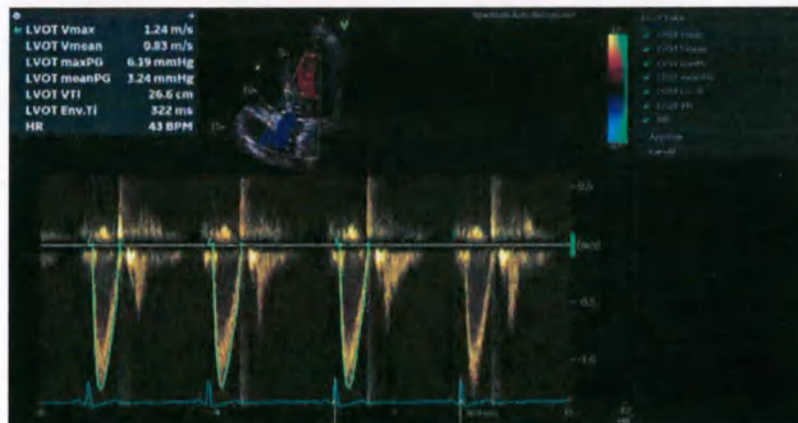

Рис. 7-36. Экран измерений Cardiac Auto Doppler
- После этого будут созданы контуры трассировки, и на экране отобразятся усредненные значения, полученные в результате измерения, как показано на Рис. 7-36.